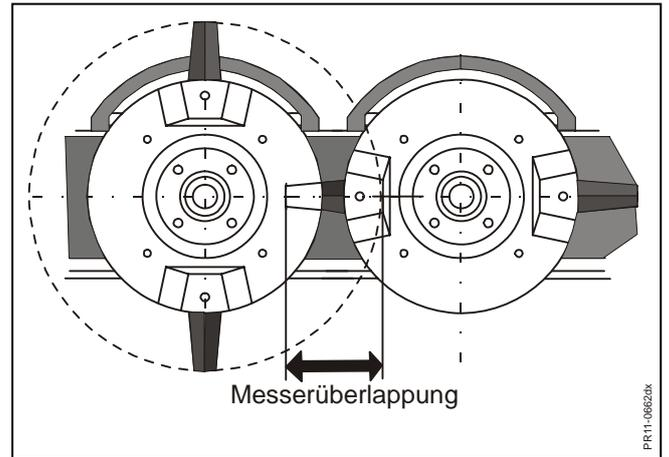

Fig. 3-2
**Fig. 3-2:** Gleichzeitig hat der Mähbalken eine hohe Messerüberlappung zwischen den Scheiben. Alles andere gleich wird die Neigung zu Streifenbildungen zwischen den Scheiben reduziert.